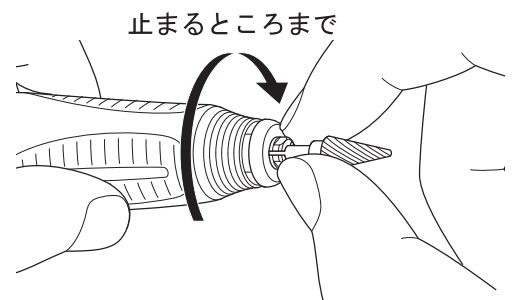

図 10
- 3) チャックが止まるところまで指で右に回します (図 10)。